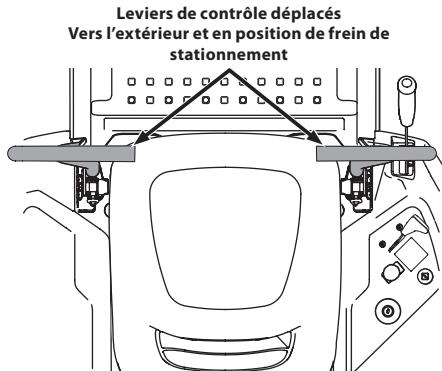

Figure 20
1. L'opérateur doit être assis sur le siège du tracteur avec les leviers de contrôle de la barre abdominale complètement sortie et en position de stationnement. Consultez la Figure 20. Reportez-vous à la rubrique Consignes de sécurité pour obtenir de plus amples directives.